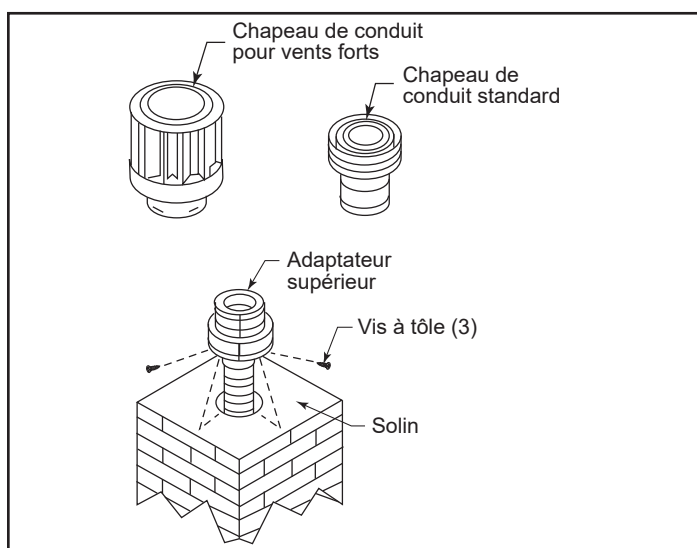

Figure 3.50
7. Fixez l'adaptateur de chapeau au solin. Vissez trois (3) vis à tôle dans le côté de l'adaptateur et dans la bride du solin, comme illustré à la figure 3.50. Verrouillez le chapeau de sortie (980,991, 930) en le tournant sur l'adaptateur du chapeau.